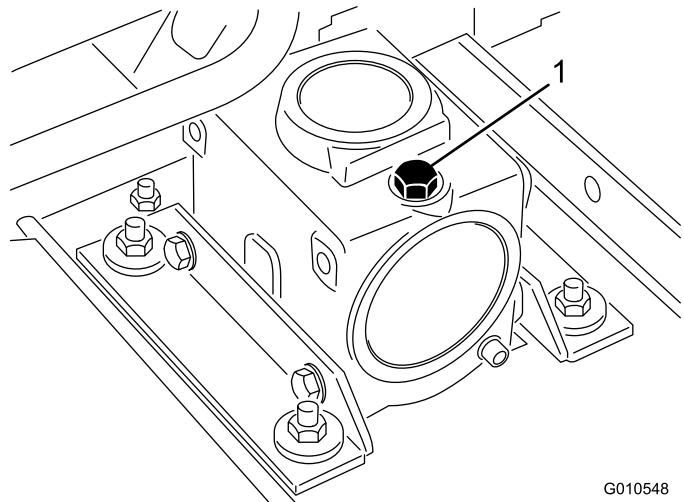

**Figura 17**
- Perni dei bracci di sollevamento, anteriori (2) (Figura 17)